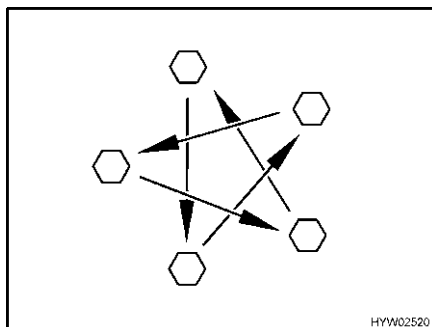

Fig. 107 Serrare a croce i dadi o i bulloni delle ruote
- Controllare regolarmente il serraggio dei dadi o dei bulloni. Regolare a croce (Fig. 107) il serraggio dei dadi o dei bulloni di una ruota sostituita dopo circa 50 km.
- ▷ Serrare a croce i dadi o i bulloni delle ruote (Fig. 107).